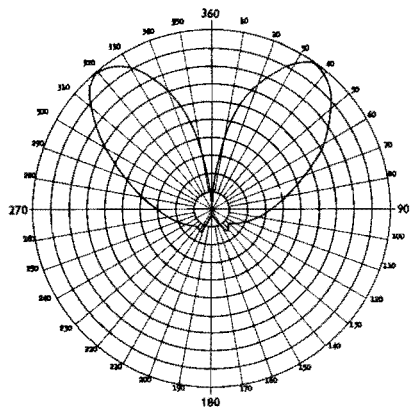

Bild 10. Pejldiagram vid 140 Mp/s
- Bild 10.** Pejldiagram vid 140 Mp/s